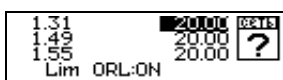

Рис. 17. Изменение порогов возвратных потерь
8. Дальнейшее нажатие на кнопку ▼ приведет к переходу в режим установки и изменения пороговых значений обратного отражения (рис. 17).